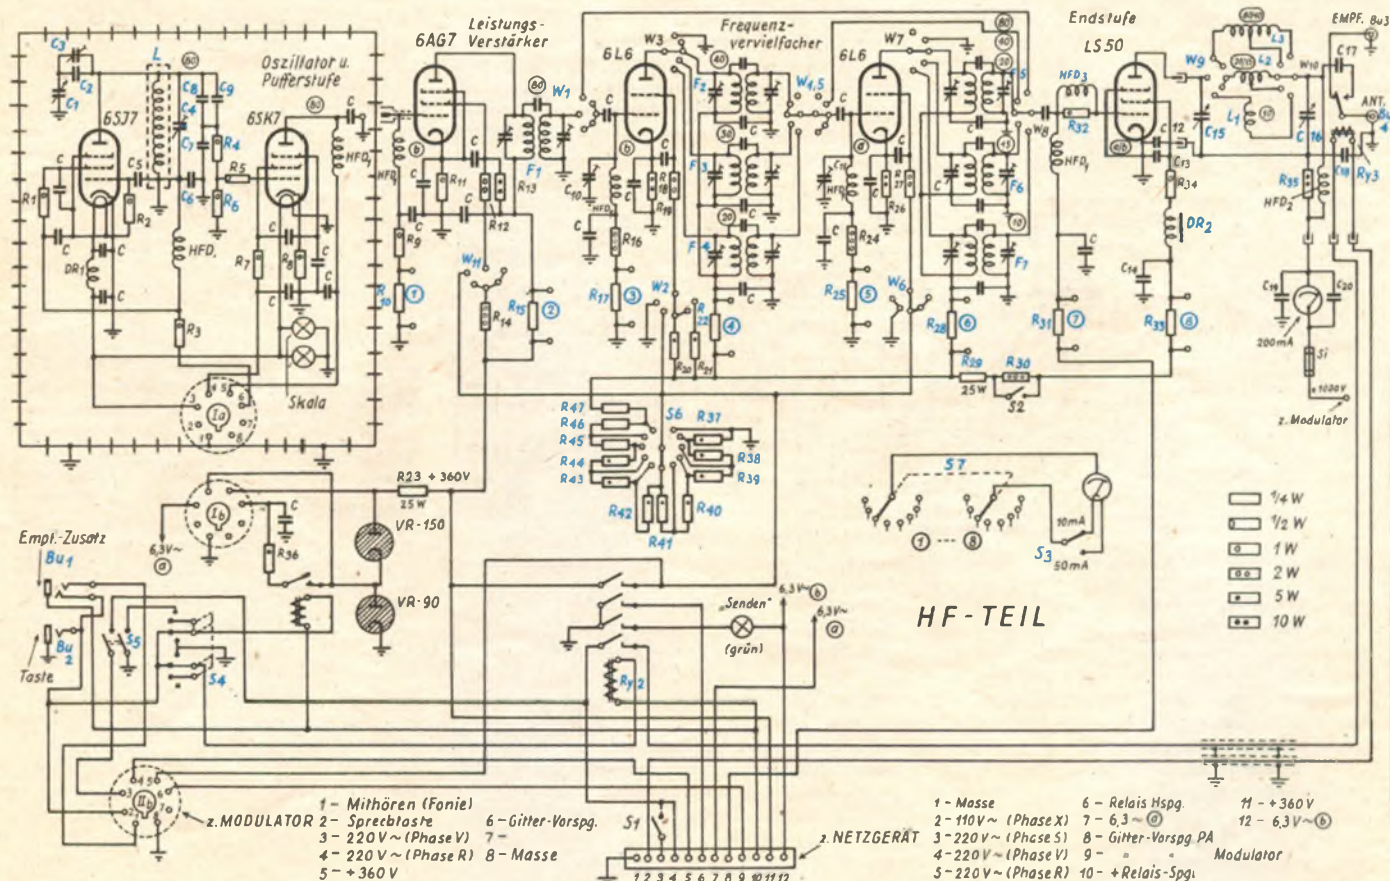

Abb. 2. Schaltung des HF-Teiles des Contest-Senders
Für den veränderlichen Oszillator im HF-Teil der Sendeanlage (Abb. 2) wurde eine Pentodenschaltung (6 S J 7) mit kapazitivem Spannungsteiler gewählt, die besonders stabil und rückwirkungsfrei arbeitet. Bei der hier benutzten Spule (L) mit aufgebraunten Silberwindungen auf keramischem Körper und Tempa-S-Kondensatoren als den großen Festkapazitäten des Schwingkreises (C 6, 7, 9) genügt ein Condensa-C-Röhrchen von 80 pF (C 8) zur Temperaturkompensation. Der 140 pF große Kreisplatten-Drehko (C 1) ergibt zusammen mit einem kleineren Seriendensator (C 2, 3) eine wünschenswerte Spreizung des Bereiches von 3,5 ... 3,6 MHz über die Hälfte der Skalenbreite, so daß die DX-Bänder, die harmonisch zu diesem